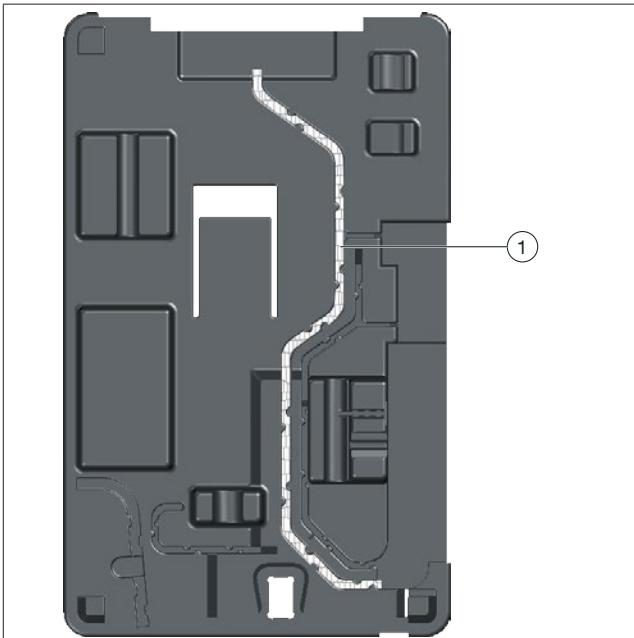

Abb. 13: Kabelführung
1. Verlegen Sie die elektrische Anschlussleitung der Hocheffizienzpumpe entlang der in Abb. 13 beschriebenen Kabelführung.